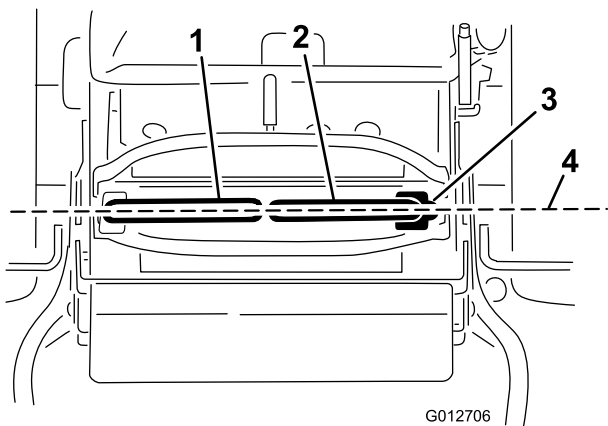

Figure 66
Important: Vérifiez que l'alignement des roues est correct après avoir réglé les leviers de commande de déplacement. Figure 66
1. Une fois le réglage horizontal terminé, contrôlez l'alignement avant/arrière en poussant légèrement les leviers de commande vers l'avant pour rattraper le mou de la timonerie des leviers de commande (Figure 66).